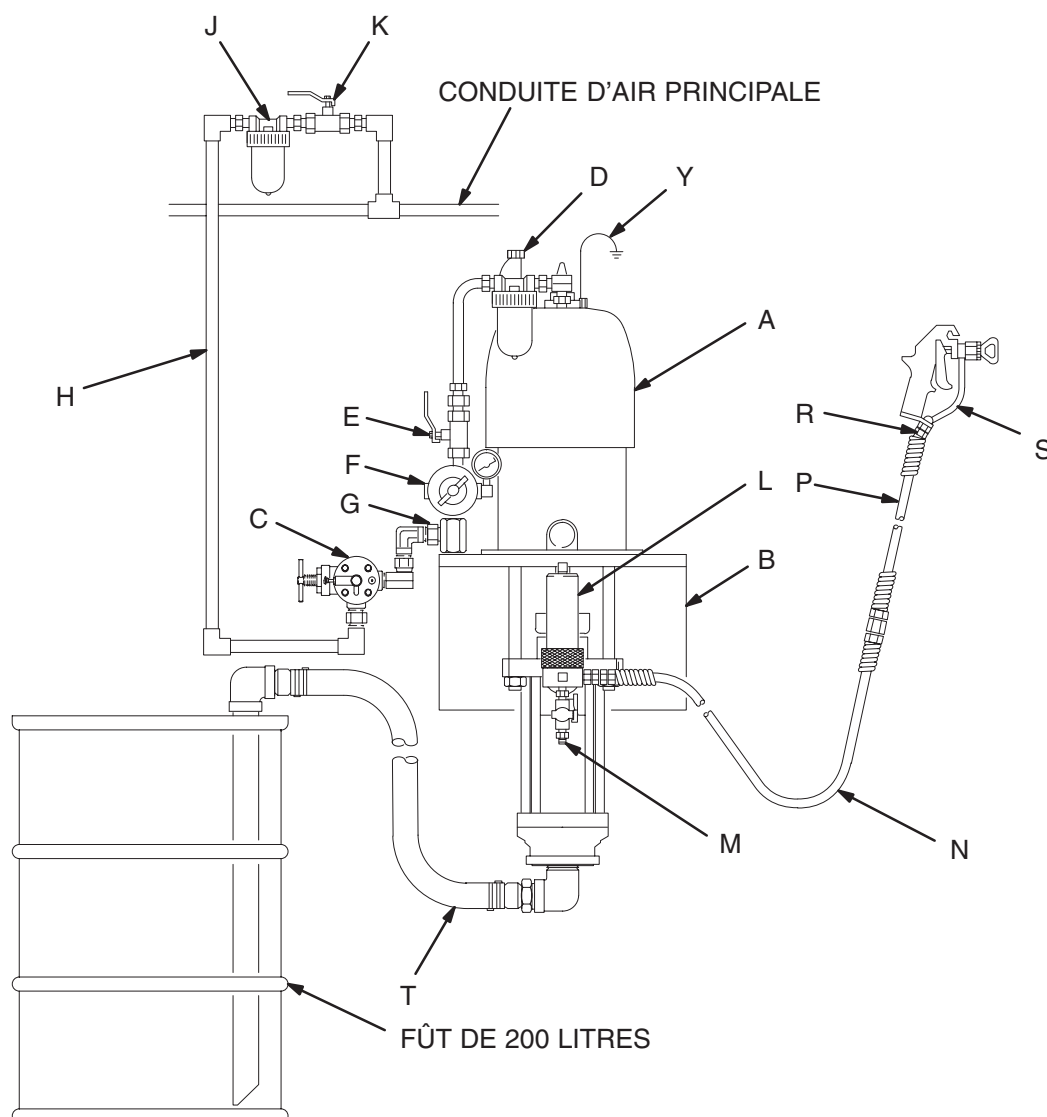

Fig. 3
La Fig. 3 constitue simplement un guide pour le choix et l'installation des accessoires et des composants du système. Prenez contact avec votre distributeur Graco afin d'obtenir de l'aide pour la conception d'un système qui réponde à vos besoins particuliers.
Monter la pompe (A) selon le type d'installation prévu. La Fig. 3 illustre un système à montage mural. Les dimensions de la pompe et le schéma de perçage des trous de fixation sont indiqués en pages 40 et 41.
Installer les accessoires suivants en respectant l'ordre indiqué dans la Fig. 3 et en utilisant des adaptateurs si nécessaire:
Installer les accessoires suivants dans les positions indiquées à la Fig. 3 en utilisant des adaptateurs si nécessaire:
- **Un filtre produit (L)** avec un élément de 60 mesh (250 microns) en acier inox pour filtrer les particules du produit en sortie de la pompe. Il comprend une **vanne de décharge produit (M)**, qui est nécessaire sur l'installation pour relâcher la pression produit dans le flexible et le pistolet (Voir la **MISE EN GARDE** ci-contre).
- **Un pistolet ou une vanne (S)** distribue le produit. Le pistolet représenté à la Fig. 3 est un pistolet pulvérisateur sans air pour produits de viscosité faible à moyenne.
- **Un raccord tournant (R)** améliorant la maniabilité du pistolet.
- **Un kit d'aspiration (T)** permet à la pompe d'aspirer le produit d'un fût de 200 litres.